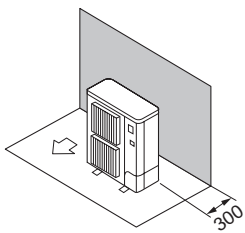

Fig. 2-6
- ① Hindernisse nur auf der Rückseite (Fig. 2-6)